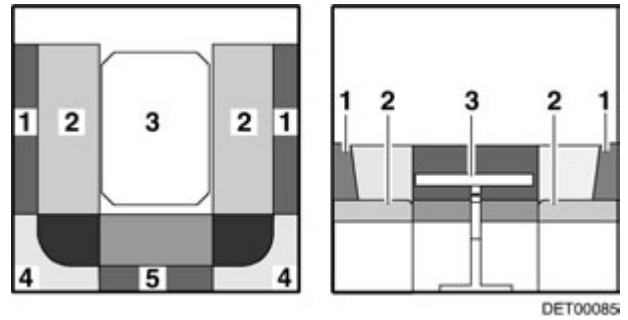

Fig. 90 Antes de la transformación
- Transformar la mesa (Fig. 90,3) en base de cama (ver apartado 7.7).